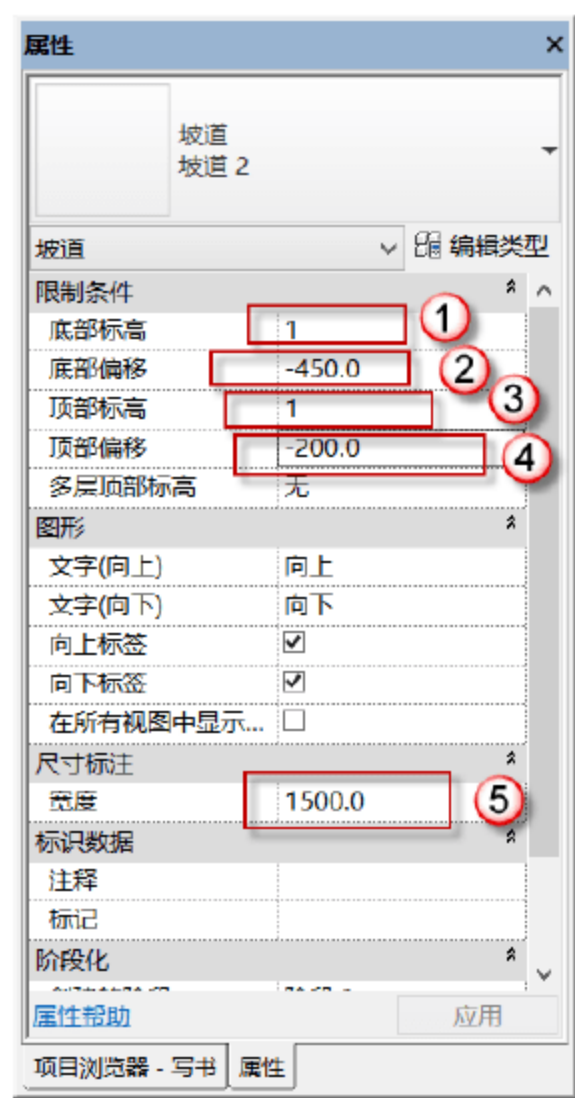
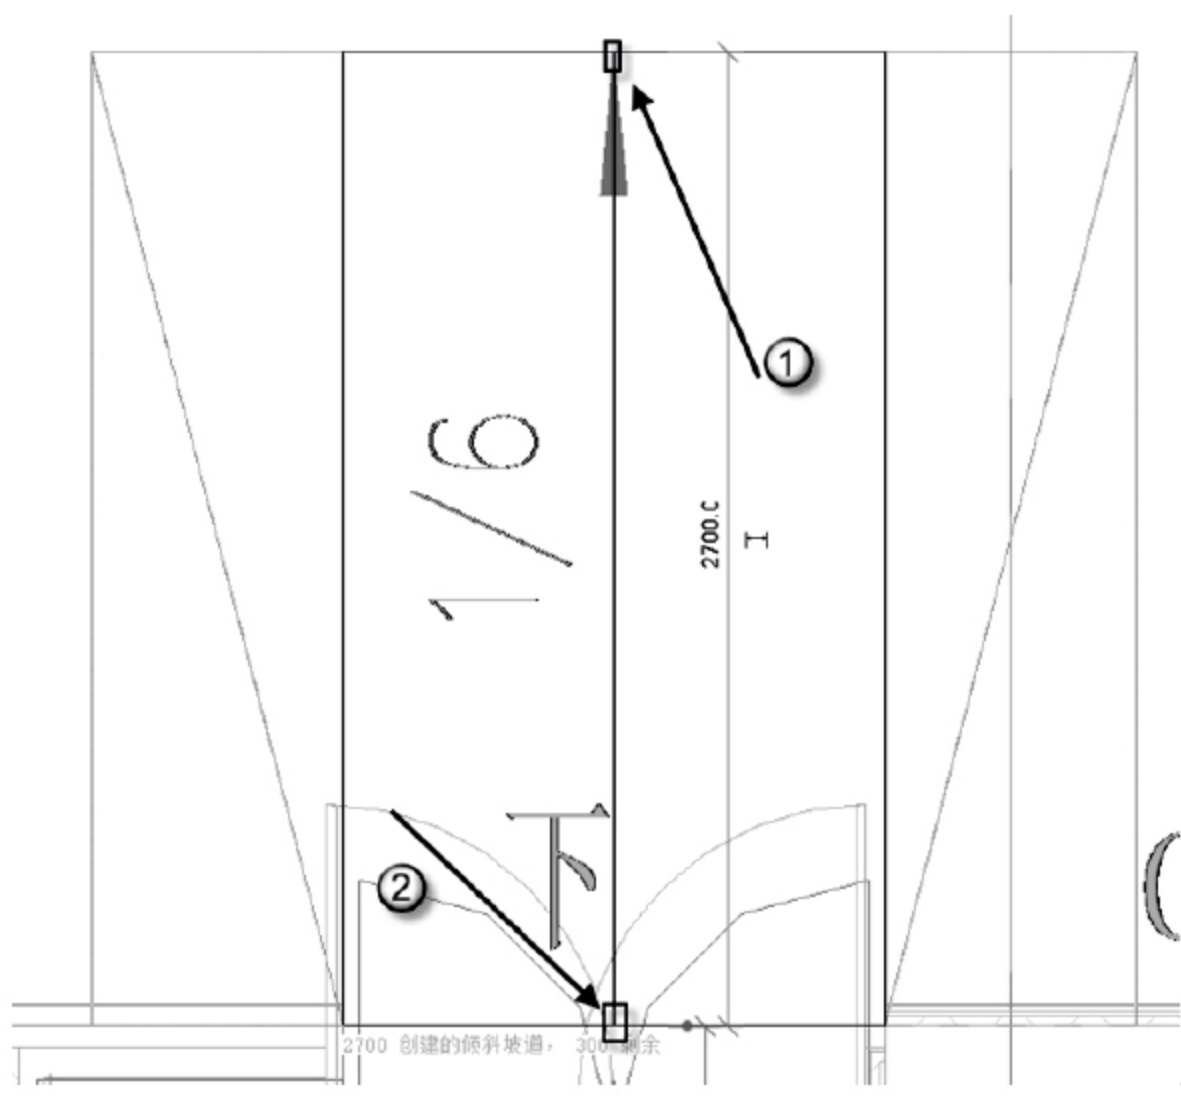

图 10.5.9 设置“坡道 2”的属性参数
图 10.5.10 初步绘制坡道
(3) 绘制 1 轴到 11 轴之间接近 9 轴的残疾人坡道。选择“建筑”→“坡道 2”命令，设置坡道的属性参数，“底部标高”为“1”，“底部偏移”为“-450mm”，“顶部标高”为“1”，“顶部偏移”为“-200mm”，“宽度”改为“1500mm”，如图 10.5.9 所示。然后按如图 10.5.10 所示将光标对准“1”点，单击鼠标，然后绘制到“2”点，将栏杆选中，按快捷